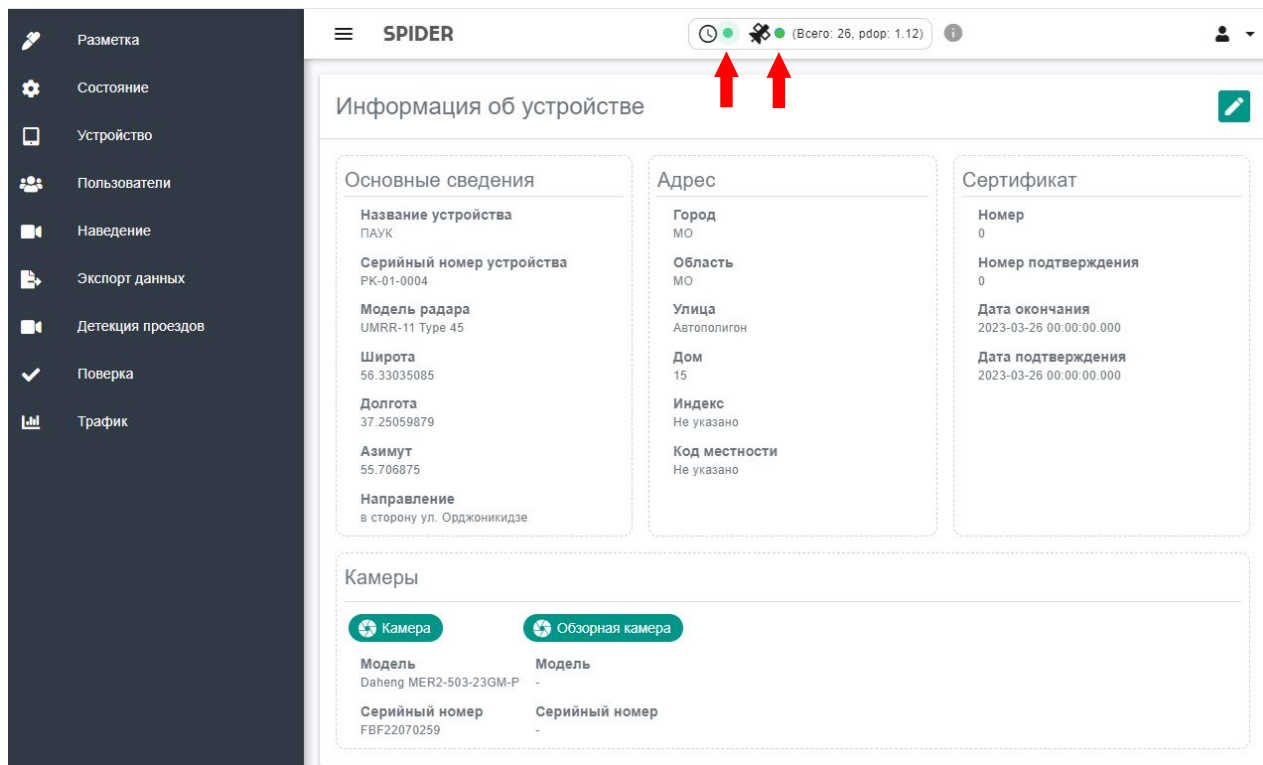

Рисунок 4 – Отображение статуса «Готов к работе» в WEB-интерфейсе ПО.
- Необходимо убедиться, что Система находится в состоянии «Готов к работе». Индикатор «Синхронизация времени» должен быть зеленым и количество спутников не менее 10 (см. рисунок 4).
6.7.1. Перед переводом ПО SPIDER в режим проверки убедиться, что Система находится в состоянии «Готов к работе». Индикаторы «Синхронизация времени» и «Прием спутниковых данных» должны быть зелеными (см. рисунок 4).
6.7.4.1. Для проверки времени проверить, что индикация соответствует состоянию «Готов к работе» (см. рисунок 4).
6.7.5.1. Проверить, что индикация соответствует состоянию «Готов к работе» (см. рисунок 4).
6.7.6.1. Для проверки координат проверить, что индикация соответствует состоянию «Готов к работе» (см. рисунок 4).